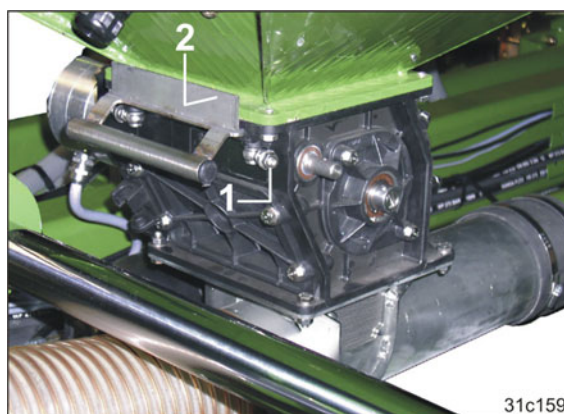

Fig. 180
- 1.2 Drej skruerne (Fig. 180/1).
- 1.3 Skub spjældet (Fig. 180/2) ind i doseringsenheden til anslaget.